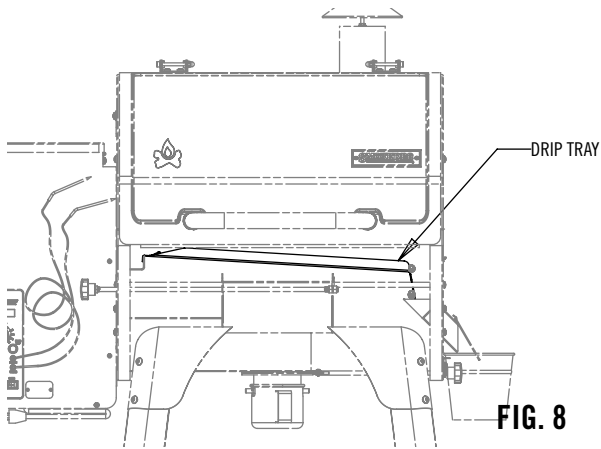

FIG. 8
1. Suspender le seau de collecte des graisses à son conduit d'évacuation comme indiqué à la Fig. 8.